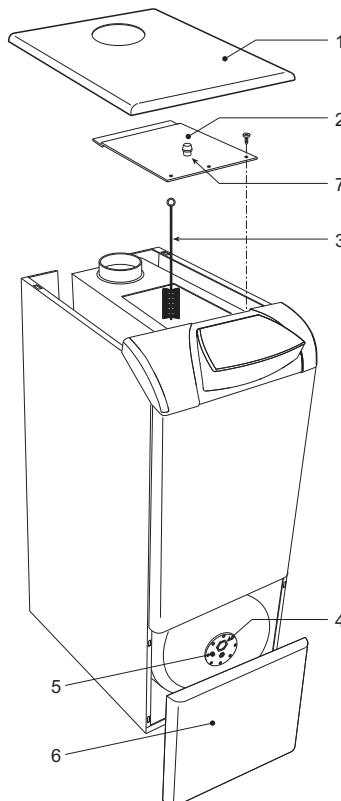

fig. 20 - Nettoyage de la chaudière
Pour assurer un bon état de propreté de la chaudière (fig. 20) :
- Démonter le panneau avant du ballon (6 - fig. 20).
Pour vérifier le degré de détérioration de l'anode en magnésium (4 fig. 20) directement de l'extérieur, dévisser le flasque du ballon (après avoir coupé l'arrivée d'eau chaude sanitaire et vidé le ballon).
Un point de prélèvement des fumées a été prévu à l'intérieur de la chaudière, dans la partie supérieure de l'antirefouleur (rep. 7 - fig. 20).